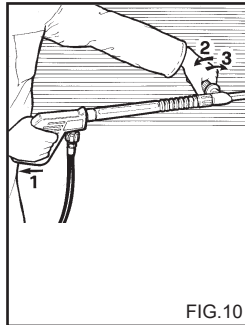

FIG. 10
**HET GEBRUIK VAN DE DUBBELE SPUIT KOP (Fig. 10).**